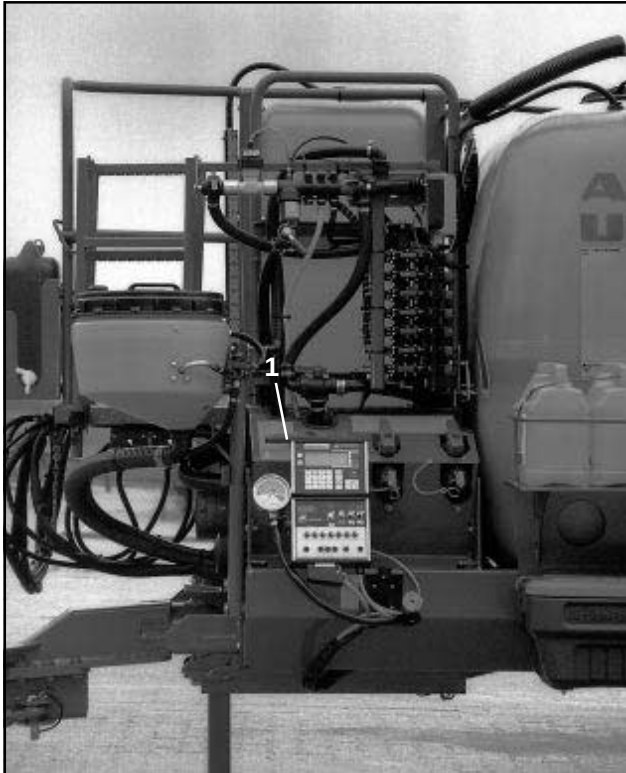

Fig. 6.10
- Omskifterhanen (fig.6.10/1) sættes i position „Fortynding“.
- Omskifterhanen (fig. 6.10/1) sættes i position „sprøjtning“.